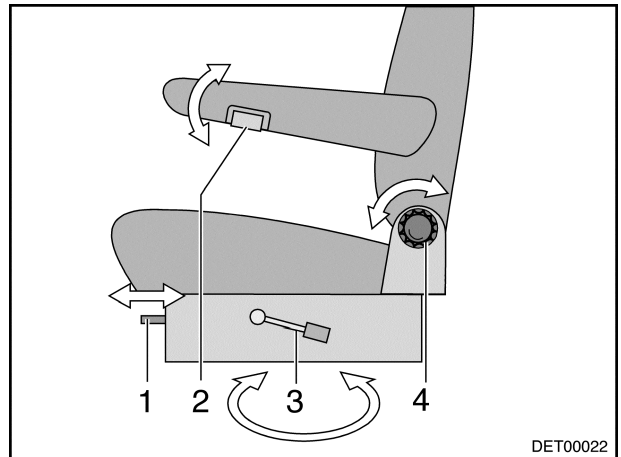

Bild 45 Fahrer- und Beifahrersitz
- Den Hebel (Bild 45,3) zum Verdrehen des Sitzes drücken. Der Sitz wird aus der Arretierung gelöst.